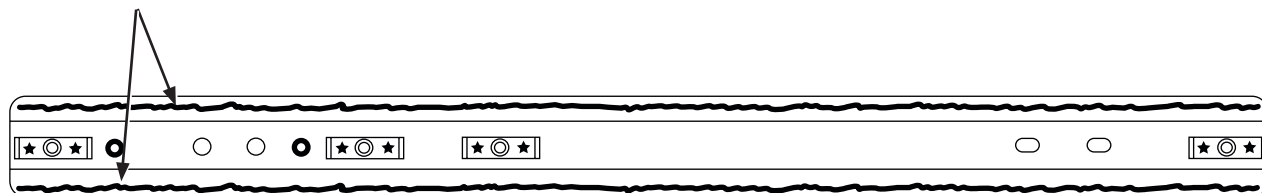

FIGURA 2
- Las estrellas negras representan la ubicación de los ocho (8) remaches ciegos (W708777-S900C) entre el elemento transversal y el refuerzo. (Consulte la Figura 2).
- El material adherente está entre el elemento transversal y el suelo de la carrocería. (Consulte la Figura 2).
- (Consulte la Figura 2) para ver la ubicación del material adherente.